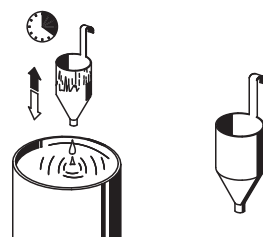

Fig. 2
Para determinar a viscosidade da tinta, primeiro mexer bem a tinta, depois mergulhar o copo medidor de viscosidade (13) na tinta e encher completamente o copo. Levante o copo e meça o tempo necessário para que a tinta se esgote, o que dará um segundo DIN. A viscosidade máxima para este produto é no máximo DIN-50 (para bico de 2,5 mm) 50 segundos (Fig. 2). Se o tempo levado for demasiado longo, diluir a tinta utilizando o meio apropriado (de acordo com as instruções do fabricante da tinta).